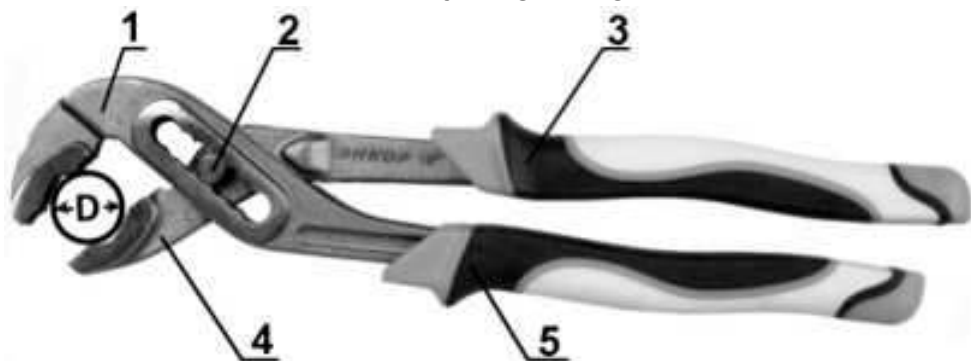

Рис.1.
3. Установите губки (1 и 4) клещей на трубу так, чтобы диаметр трубы обхватывался зубцами губок (1 и 4) в четырёх точках, Рис.1.
7. Правильным захватом считается, когда ручка (3) упирается в ладонь, а ручка (5) сжимается пальцами руки. Усилие вращения прикладывается ладонью на ручку (3).